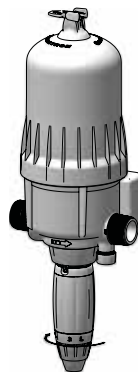

Рис. 15
- Отвинтите блокировочную гайку дозирования (Рис. 15).